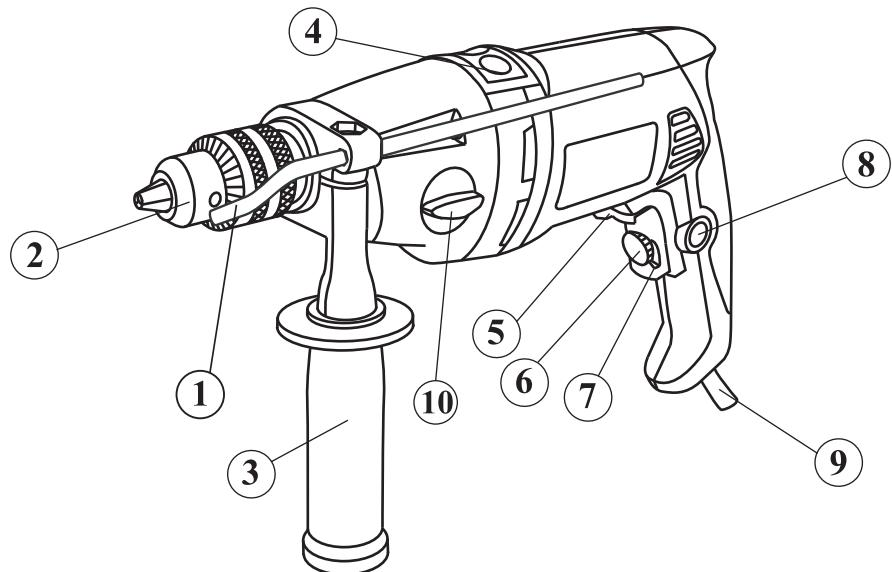

Рис. 1
4.1. Общий вид дрели электрической представлен на рис. 1.
4.4. Включение/выключение электрической дрели осуществляется клавишей выключателя 7 (рис. 1) на рукоятке дрели. Для удобства Вашей работы в изделии предусмотрен фиксатор выключателя 8. Не пользуйтесь фиксатором при работах, в которых может понадобиться внезапная остановка.